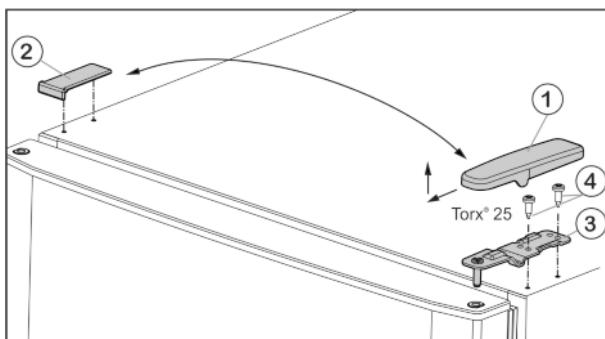

Fig. 5
- ▶ Skinite pokrov Fig. 5 (1) prema naprijed i gore.
- ▶ Podignite pokrov Fig. 5 (2).
- ▶ Odvignite gornji podložak ležaja Fig. 5 (3) (2 puta Torx® 25 Fig. 5 (4)) i izvucite ga prema gore.
- Stavite gornja vrata na podložak ležaja u sredini (13).
- Umetnute gornji podložak ležaja Fig. 5 (3) na novu stranu šarke u vrata.
- Čvrsto pritegnite gornji podložak ležaja (**s 4 Nm**) (2 x Torx® 25) Fig. 5 (4). Po potrebi upotrijebite odvijač na baterije.
- Pokrov Fig. 5 (1) postavite izvana na suprotnoj strani tako da se fiksira.
- Pokrov Fig. 5 (2) postavite odozgo na suprotnoj strani tako da se fiksira.